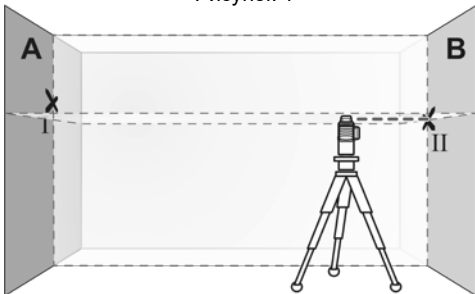

Рисунок 6
3.5.4 Розташуйте лазерний рівень, не повертаючи його, біля стіни «В», увімкніть його та зачекайте, поки промінь автоматично вирівнюється (дивіться рисунок 6).